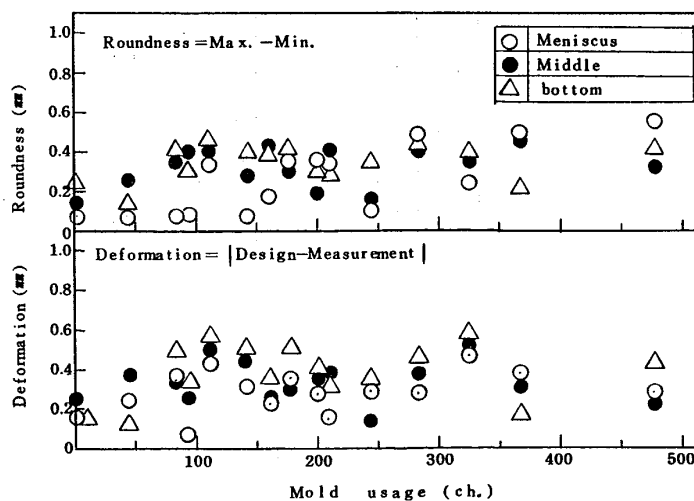

Fig. 3 Relation between roundness, deformation and mold usage
- (1) 測定精度 ハンドによる実測値との比較結果から測定精度は $\pm 0.1 \text{ mm}$ 以内である。
- (2) 鋳型寿命管理への適用例 (Fig.3)